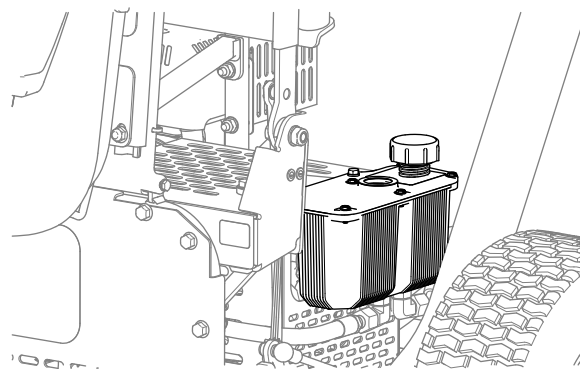

Figura 38
2. Retire el tapón del depósito hidráulico (Figura 38).
4. Coloque el tapón del depósito (Figura 38).